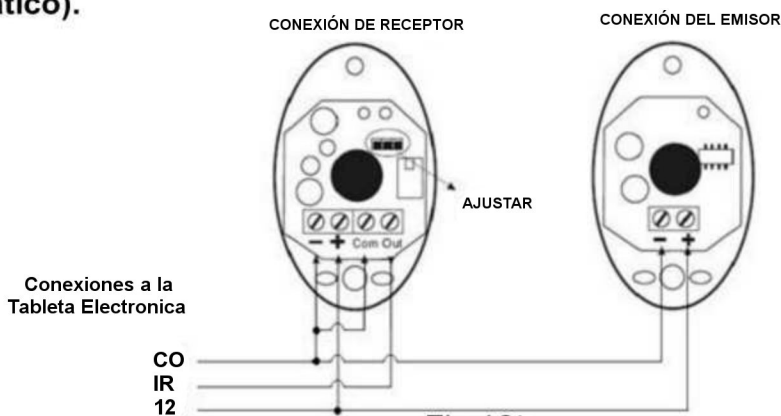

Fig.12b
- C. Fococeldas Infrarrojas:** “24” (24Vcc), “I.R.” (Salida de la Fococelda), “CO” (Común); Sí el Rayo Infrarrojo es Interrumpido durante el Cierre, el Portón Corredizo se Regresará y Abrirá Inmediatamente. El Operador Corredizo No está Equipado desde Fábrica con un Dispositivo de Seguridad Infrarrojo (Opcional), la señal de salida de Infrarrojo debe ser N.C. Ver (Fig.12b)